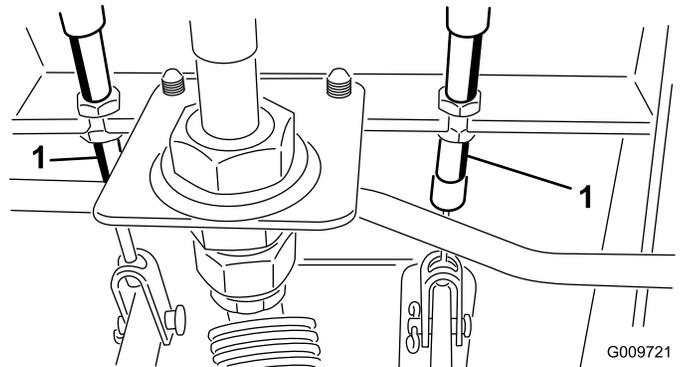

Figura 80
- A. Desaperte a porca dianteira na extremidade roscada do cabo do travão (Figura 80).